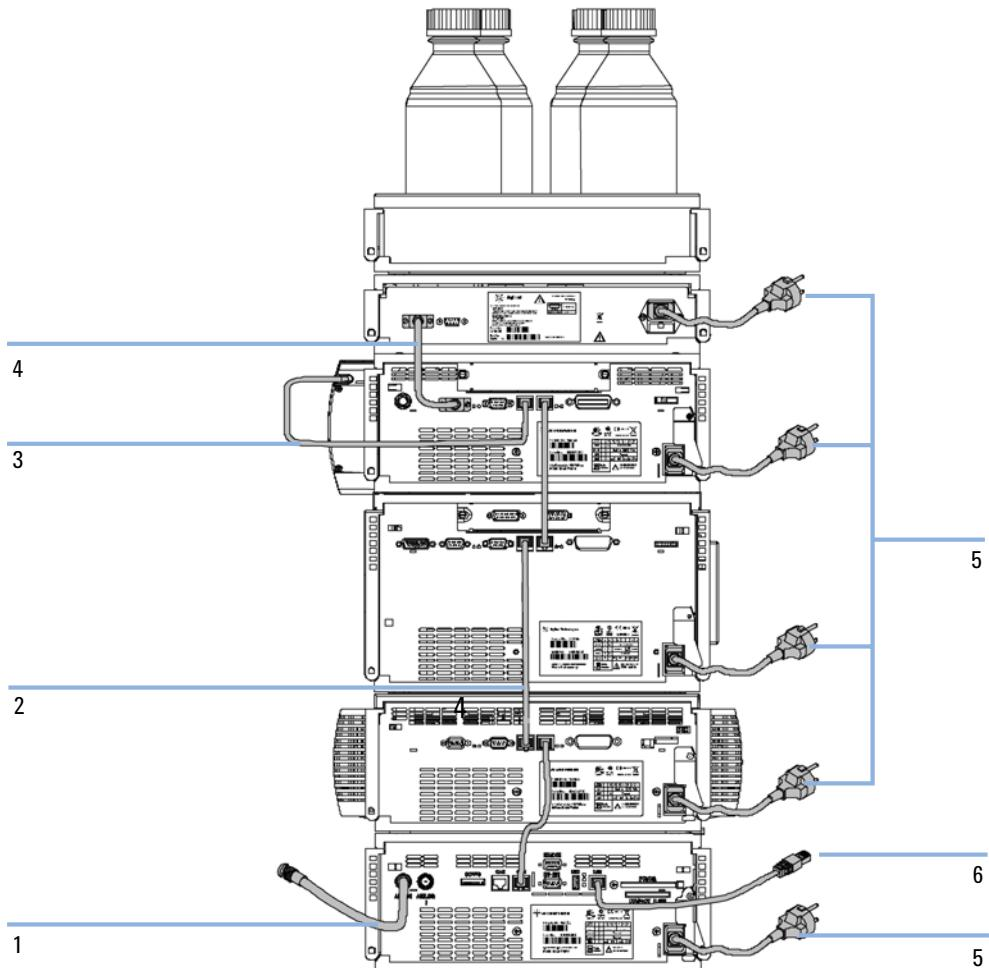

Figure 6 Configuration recommandée de la pile (vue de dos)
- 4 Branchez le câble CAN dans le connecteur CAN du module suivant ; voir Figure 6, page 34.
- 4 Branchez le câble APG dans le connecteur de la commande à distance APG ; voir Figure 6, page 34.